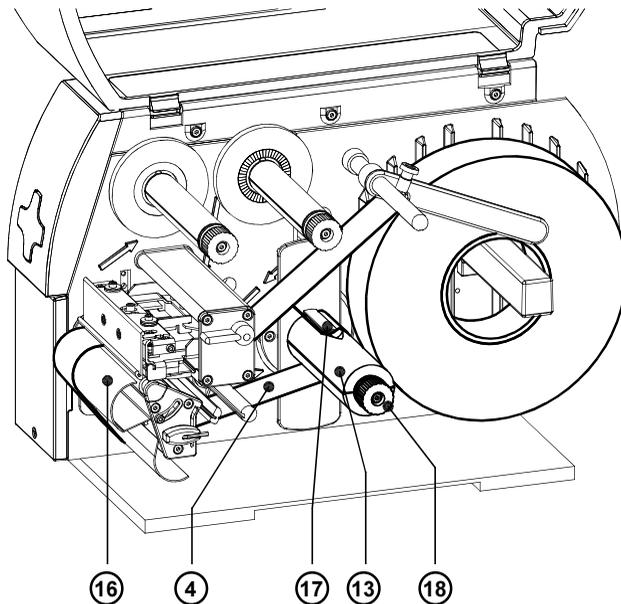

Bild 7f Einlegen von Etiketten im Aufwickelmodus
12. Für den Betrieb im Aufwickelmodus führen Sie den Etikettenstreifen (4) gemäß Bild 7f um das vormontierte Umlenkblech (16) zum internen Aufwickler (13). Schieben Sie den Streifen unter die am Aufwickler befindlichen Klemmen (17). Halten Sie den Aufwickler fest und drehen Sie die Mutter (18) so weit wie möglich entgegen dem Uhrzeigersinn. Dadurch wird der Etikettenstreifen am Aufwickler festgeklemmt. Drehen Sie anschließend den gesamten Aufwickler entgegen dem Uhrzeigersinn, um den Etikettenstreifen zu straffen.